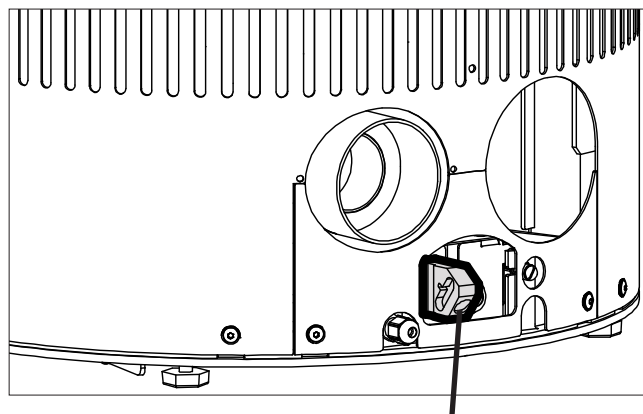

Fig.5
- Beiliegenden Stecker in die Buchse auf der Geräterückseite aufstecken (Fig.5). Falls das Gerät mit Zubehör (Externer Raumthermostat und / oder Fernbedienung) betrieben werden soll, vorher die Anschlussleitungen wie in den Zubehöranleitungen beschrieben an den Stecker anschließen.